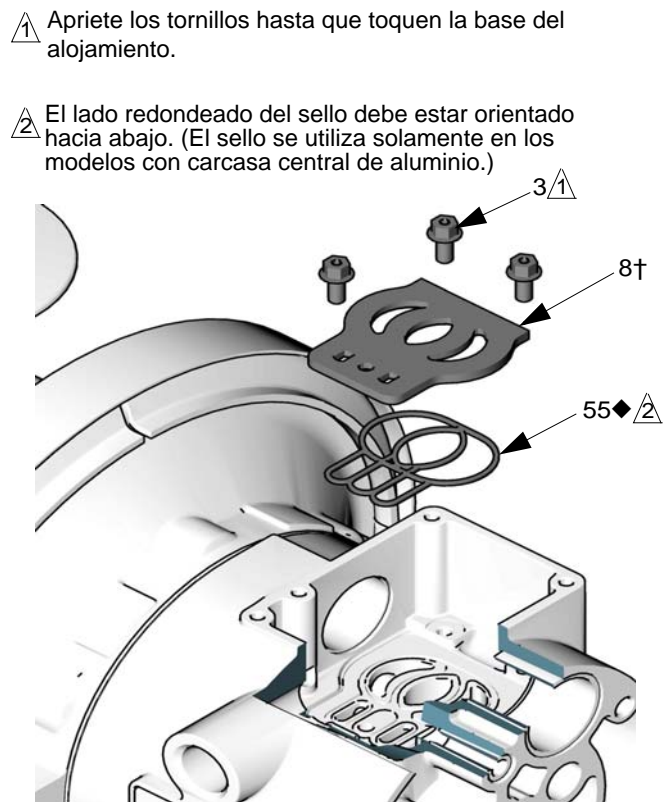

FIG. 8
5. Inspeccione la placa de la válvula (8) sin desarmarla. Si se encuentra dañada, use un destornillador Torx (T20) o una llave de tubo de 7 mm (9/32 pulg.) para extraer los tres tornillos (3). Retire la placa de la válvula (8). Consulte la FIG. 8.
2. En los modelos con carcasa central de aluminio, instale el sello de la placa de la válvula (55 ◆) en la ranura situada en la parte inferior de la cavidad de la válvula. El lado redondeado del sello **debe estar orientado hacia la parte inferior** de la ranura. Consulte la FIG. 8.
3. Instale la placa de la válvula (8†) en la cavidad, con la junta hacia abajo. Instale los tres tornillos (3) usando un destornillador Torx (T20) o una llave de tubo de 7 mm (9/32 pulg.). Apriete hasta que el tornillo asome por la carcasa. Consulte la FIG. 8.